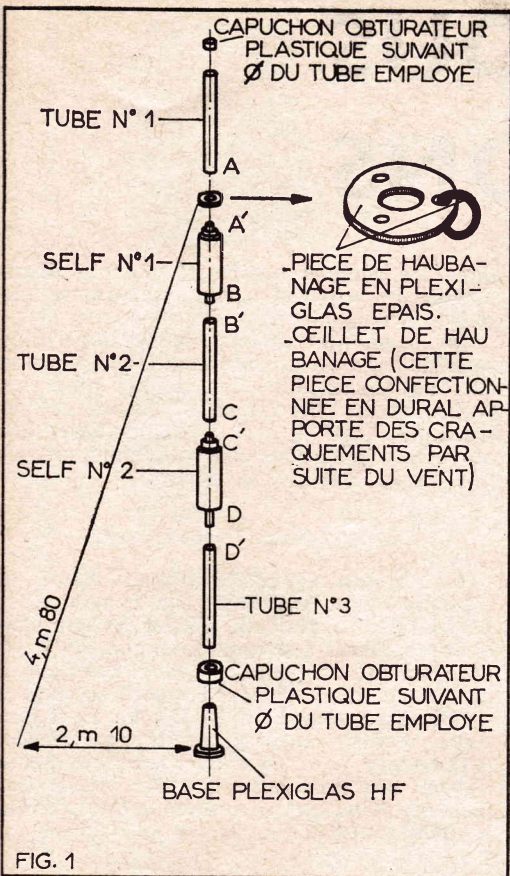
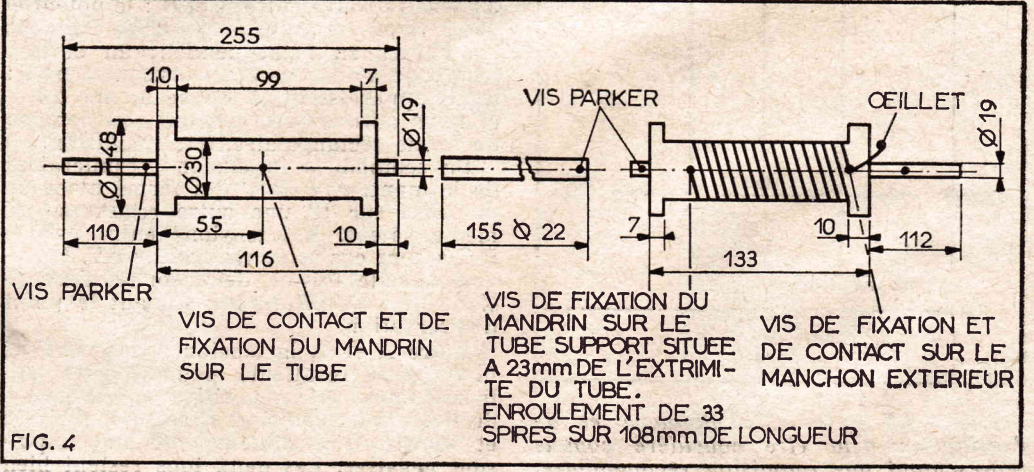

FIG. 1
FIG. 4
La figure 4 explique la construction rationnelle de ce qui précède, en fait, cette self comprend plusieurs parties :
Le thyatron constitue bien, après le tube au néon trop difficile à contrôler, l'équivalent parfait de l'interrupteur mécanique. Nous pouvons le placer (fig. 4) directement en parallèle sur l'organe à modifier, donc dans la position exacte de l'interrupteur I ou I' (fig. 1). Tant que nous restons en-dessous de la tension d'amorçage, le thyatron se comporte comme une résistance presque infinie et n'exerce donc qu'une influence très limitée et même nulle, sur le comportement
4. — Les trois thyatrons remplissent exactement la même fonction que les interrupteurs de la figure 1.